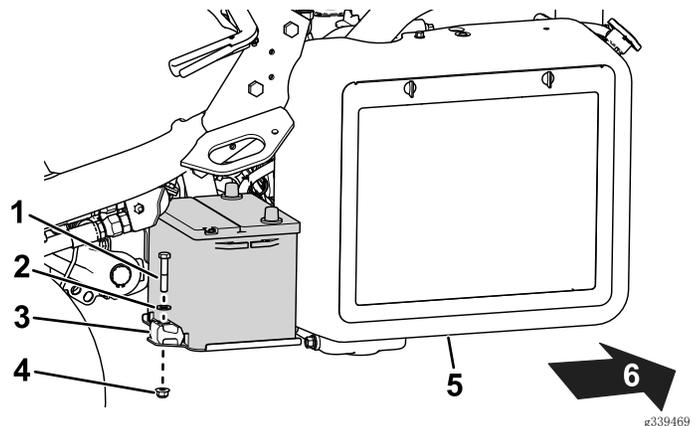

图 39
2. 拆下将电池固定到托盘（图 39）的紧固件，然后提起电池。
5. 将电池放在电池托盘上，用之前拆下的固定杆和紧固件固定（图 39）。